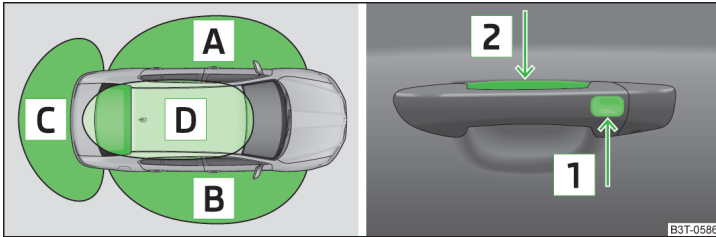

Abb. 32 KESSY: Bezeichnung der Bereiche / Sensoren im Griff der Vordertür
**Entriegelungs- bzw. Verriegelungsbereiche** » Abb. 32
Das System KESSY (Keyless Entry Start Exit System) ermöglicht eine Entriegelung bzw. Verriegelung des Fahrzeugs ohne die aktive Verwendung des Schlüssels. Der Schlüssel muss sich dabei in einem der Bereiche **A**, **B** bzw. **C** » Abb. 32 (bis etwa 1,5 m vom Fahrzeug entfernt) befinden.
➤ Den Türgriff der vorderen Tür fassen oder den Sensor **2** » Abb. 32 mit der ganzen Handfläche bedecken » .
➤ Den Sensor **1** » Abb. 32 mit den Fingern berühren.
➤ Den Sensor **1** » Abb. 32 zweimal innerhalb von 2 Sekunden mit den Fingern berühren.
Das System KESSY kann den gültigen Schlüssel finden, auch wenn dieser z. B. im vorderen Bereich des Fahrzeugdachs vergessen wurde **D** » Abb. 32. Deshalb ist es nötig, stets zu wissen, wo sich der Schlüssel befindet.
- ✓ Der Schlüssel, mit dem das Fahrzeug verriegelt wurde, blieb im Fahrzeug im Bereich **D** » Abb. 32 auf Seite 52.
Wird das Fahrzeug innerhalb von 60 Stunden bzw. 90 Stunden nicht entriegelt, werden die Sensoren im Griff der Beifahrertür bzw. Fahrertür automatisch deaktiviert » Abb. 32 auf Seite 52.
- › Die Fahrertür mithilfe des Sensors  » Abb. 32 auf Seite 52 entriegeln.